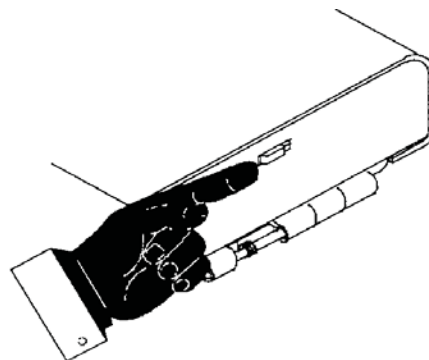

Abbildung 3-1, Öffnen der Akkufachklappe
3. Überprüfen Sie, ob der Netzschalter ausgeschaltet ist. Öffnen Sie die Akkufachklappe am Stromquellengehäuse, indem Sie die Verriegelung nach rechts schieben. Siehe Abbildung 3-1, Öffnen der Akkufachklappe .